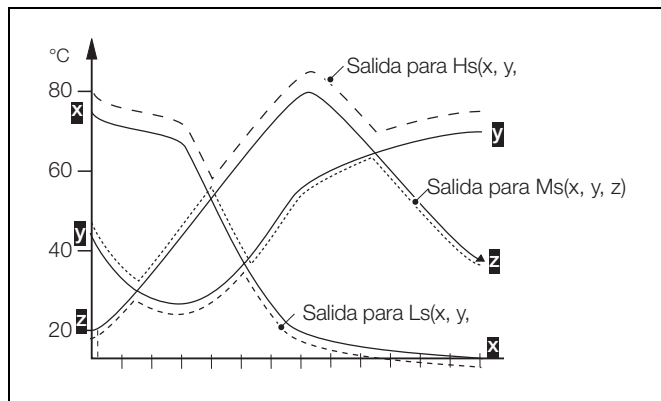

Fig. 2.9 Selección alta, media y baja
Las funciones de conmutación, selección alta (HS), selección media (MS) y selección baja (LS) se utilizan para seleccionar los tres valores analógicos bajo, medio y alto (ver Fig. 2.9).